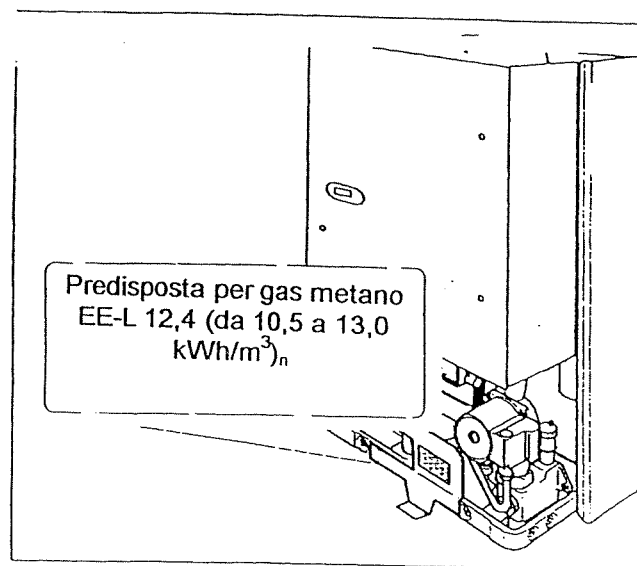

Fig. 47 Etichetta informativa sul tipo di gas
- ◆ Applicare sulla vecchia la nuova etichetta informativa relativa al tipo di gas (Fig. 47).